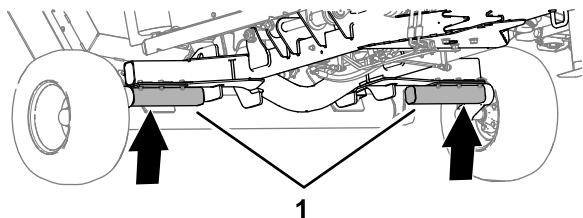

Рисунок 39
1. Поднимите газонокосилку за половины моста, как показано на Рисунок 39.